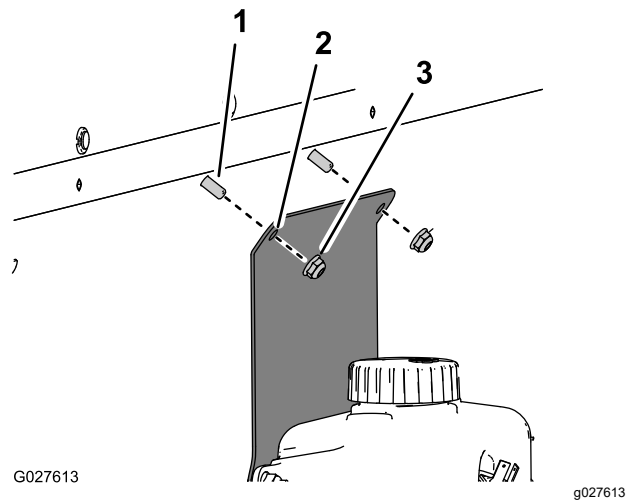

Figure 19
6. Placez le support du réservoir et le réservoir de liquide lave-glace (Figure 19) sur les 2 boulons de carrosserie ($\frac{1}{4}$ " x $1\frac{1}{4}$ " assortis des 2 contre-écrous ($\frac{1}{4}$ "